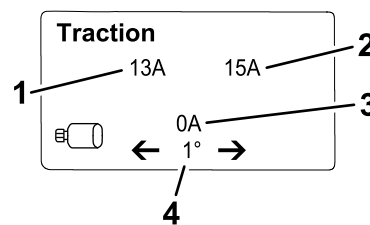

Figura 22
- **Ecran cu informații despre traciune (Figura 22):** arată unghiul de bracăj curent și amperajul alocat fiecărui motor de traciune.